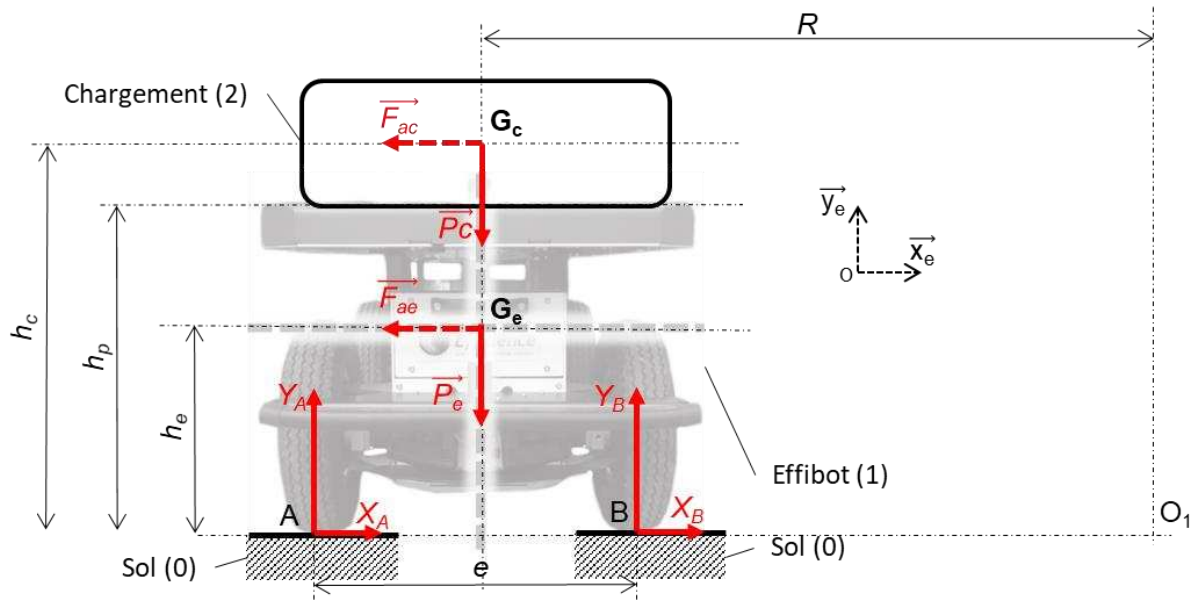

Figure 6 : paramétrage de l'étude statique
- $m_e$ , masse du robot Effibot (1) ( $m_e = 130 \text{ kg}$ ) ;
- $G_e$ , centre de masse du robot Effibot (1) ;
- $m_c$ , masse du chargement (2) ( $m_c = 300 \text{ kg}$ ) ;
- $G_c$ , centre de masse du chargement (2) ;
- $h_e$ , hauteur du centre de gravité  $G_e$  du robot Effibot(1) par rapport au sol ( $h_e = 400 \text{ mm}$ ) ;
- $h_c$  : hauteur du centre de gravité  $G_c$  du chargement (2) par rapport au sol.
**Question I-4** Exprimer quelles sont les conditions nécessaires à l'hypothèse d'une étude dans le plan  $(O, \vec{x}_e, \vec{y}_e)$  telle qu'elle a été réalisée sur la figure 6. Le système  $\{S\}$  étant isolé, **effectuer** l'inventaire des actions mécaniques extérieures à  $\{S\}$  agissant sur  $\{S\}$  en utilisant le formalisme des torseurs.